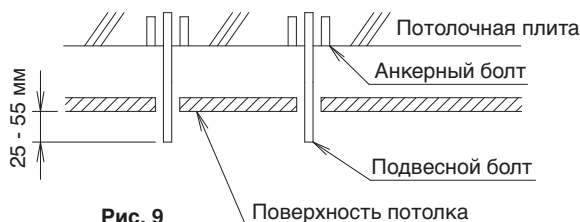

Рис. 9
(6) Установите подвесные болты.
- Заранее отрегулируйте длину подвесного болта. (См. рис. 9)
- Детали, показанные на рис. 9, приобретаются на месте.